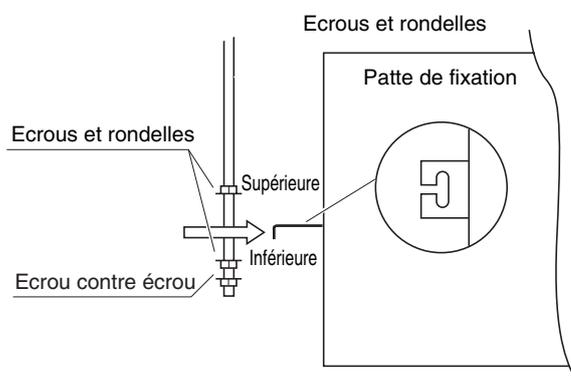
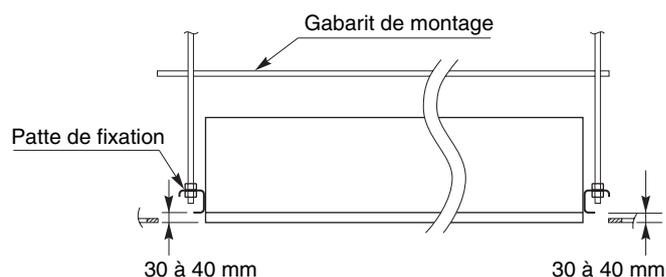

Fig. 3-7
Fig. 3-8
La distance entre la partie inférieure des tiges filetées et la surface inférieure du plafond doit être comprise entre 30 et 100 mm. (Fig. 3-8)
- (2) Vissez les 3 écrous hexagonaux et les 2 rondelles (fourniture chantier) sur chacune des 4 tiges filetées de la manière illustrée à la figure 3-7. Utilisez 1 écrou et 1 rondelle pour la partie supérieure et 2 écrous et 1 rondelle pour la partie inférieure afin que l'unité ne se décroche pas des pattes de fixation.
- (3) L'unité intérieure doit être suspendue à partir des tiges filetées (Fig. 3-7) de manière à ce que la distance entre la partie inférieure de la patte de fixation et la surface inférieure du plafond soit comprise entre 30 et 40 mm. (Fig. 3-8)